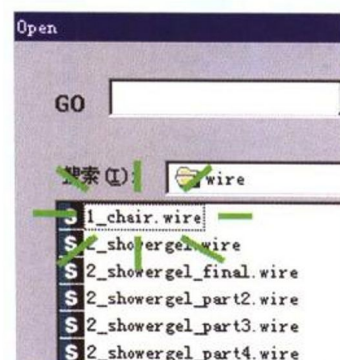

图 1-15
(5) 双击文件 1_chair.wire，打开它，如图 1-15 所示。